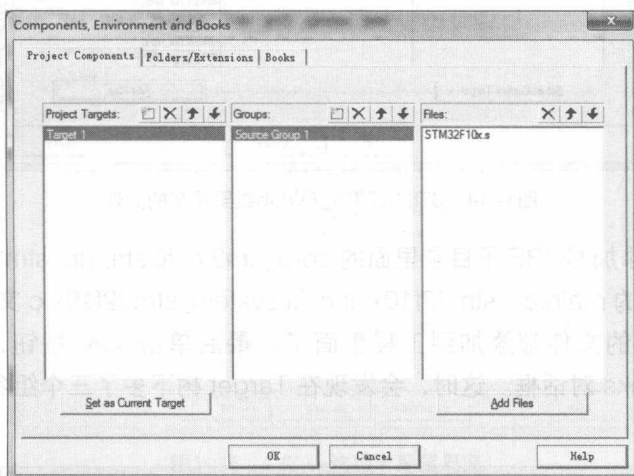

图1-12 Components Environment and Books对话框
(3) 弹出图 1-12 所示 Components Environment and Books 对话框。